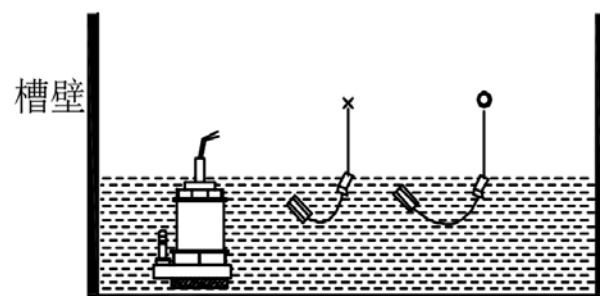

图2
- 安装位置与抽水机入口应保持适当距离以免浮球开关被入水口吸入。（见图 2）